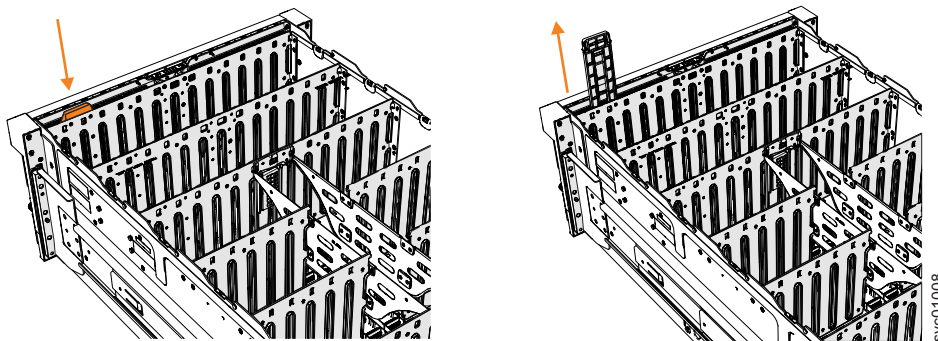

Figura 128. Removendo o conjunto do painel de exibição
3. Pressione a guia de liberação na parte superior do conjunto do painel de exibição, conforme mostrado em Figura 128.